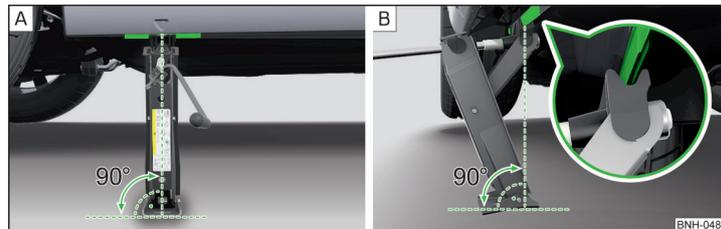

Fig. 170 Imagen esquemática: Colocar el gato
- ▶ Apoye la placa de base del gato con toda la superficie en un suelo recto y asegúrese de que el gato se encuentra en posición vertical respecto al punto de apoyo » [fig. 170 - \[A\]](#).
- ▶ Gire el gato con la manivela debajo del punto de apoyo hasta que su garra se encuentre en el larguero inferior » [fig. 170 - \[B\]](#).